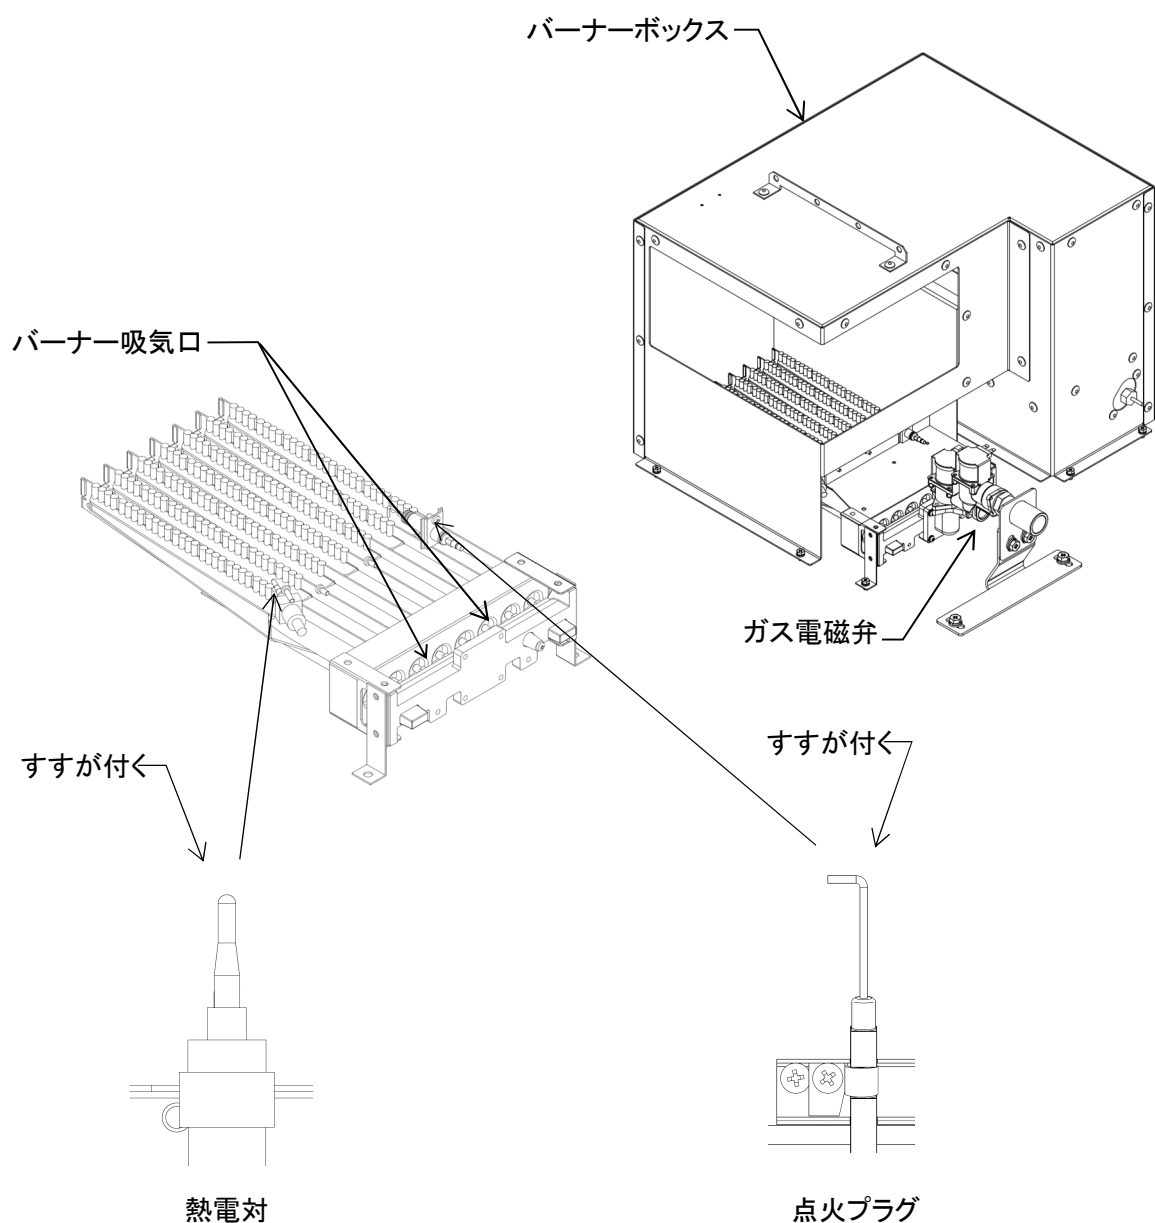

図 9-5
3) 点火プラグの点検 (図 9-5)
4) 熱電対の点検 (図 9-5)